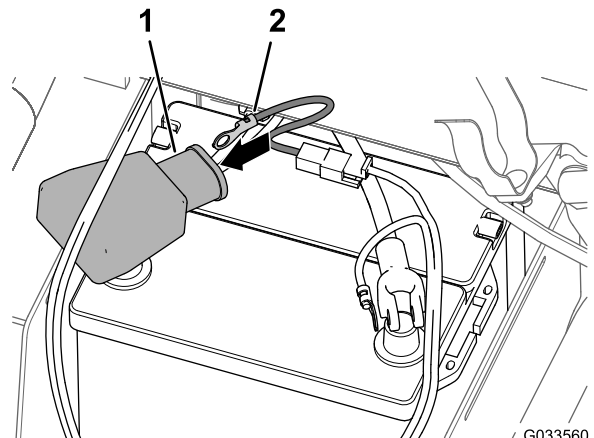

Bild 29
4. Fluchten Sie den Kabelschuh des durch die Schmelzsicherung geschützten Verbindungsteils (Kabelbaum des Sprühfahrzeugs) durch die breite Batterieabdeckung aus, wie in **Bild 29** abgebildet.